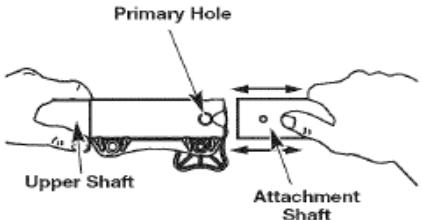

Рис. 4
1. Чтобы ослабить зажим, поверните рукоятку против часовой стрелки (Рис. 4).
ПРИМЕЧАНИЕ: совмещение кнопки фиксатора с направляющей канавкой позволит значительно упростить процесс установки (Рис. 4)
- Придерживая косу или другое навесное оборудование, извлеките его из универсальной муфты (Рис. 4).